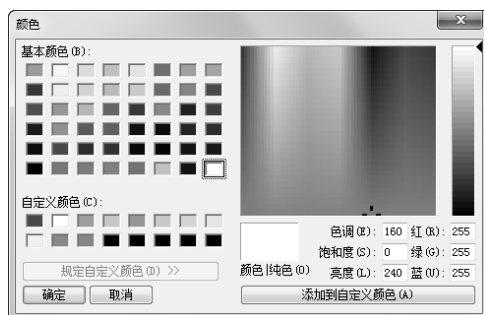

图 1-27 “颜色”对话框
(3) 在“颜色方案设置”列表框中选择“视区背景”选项，然后单击“编辑”按钮，此时系统弹出如图 1-27 所示的“颜色”对话框，在其中选择设置的颜色，然后单击“确定”按钮。可以使用该方式设置其他选项的颜色。